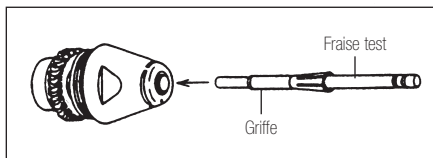

Fig.13
- 1) Appliquez un peu d'huile sur la surface de la nouvelle Griffes ou de la Griffes après le nettoyage, insérez la fraise test et enfoncez-la dans le manche du rotor (Fig.13).